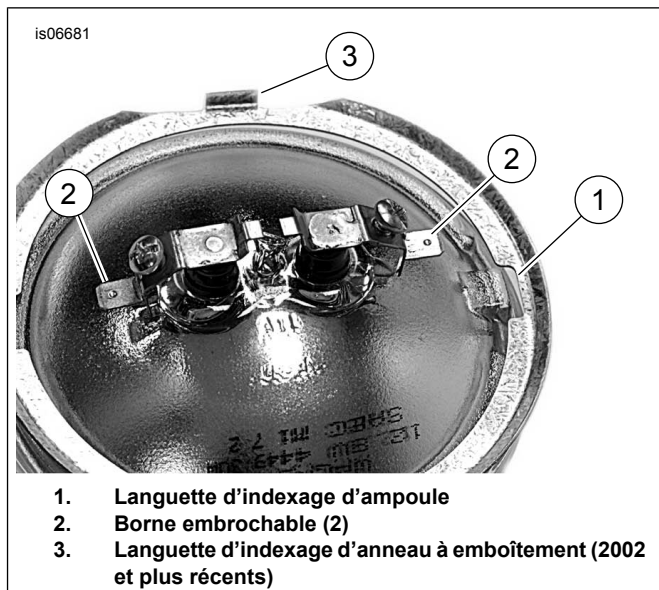

Figure 3. Bornes d'ampoule de feu auxiliaire
7. Voir Figure 3. Placer l'anneau à emboîtement interne sur l'ampoule. Connecter le fil noir à la borne embrochable de l'ampoule à côté de la languette d'indexage d'ampoule (1) sur l'ampoule. Installer le fil gris sur l'autre borne embrochable.